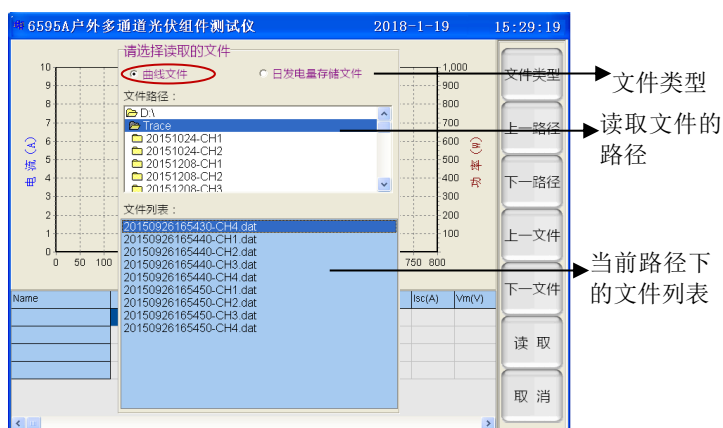

图 4.11 IV 曲线文件选择页面示意图
当通过【设置项目】菜单项选中【读取曲线文件】按钮时，按下面板上的 **Enter** 键，将弹出文件读取的选择页面，如图 4.11 所示。
- **【选择文件】**：按下此菜单项对应的按键将弹出如图 4.11 所示的文件选择页面，可在文件选择页面上选择需要读取的文件。